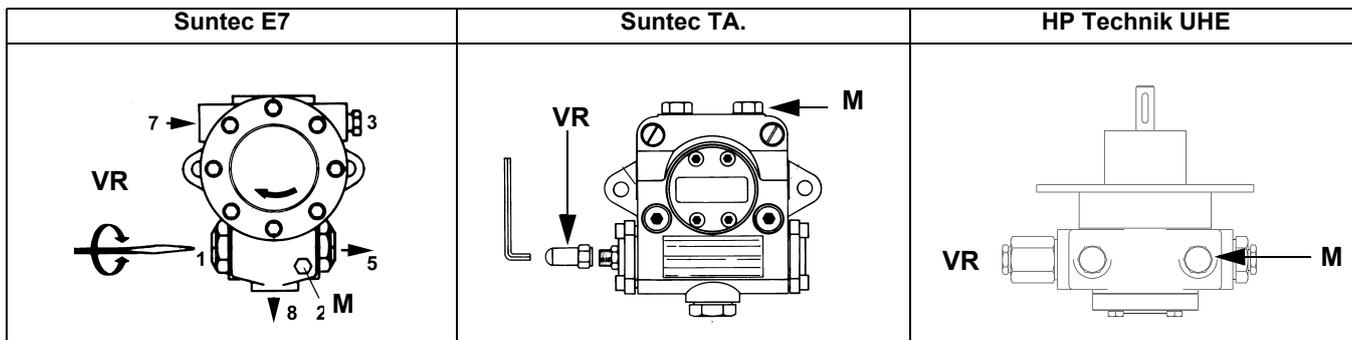

Рис. 25
- 3 выпустить воздух со штуцера (**M**) манометра насоса (Рис. 25), расслабив слегка заглушку, но не снимая ее; затем отпустить контактор;